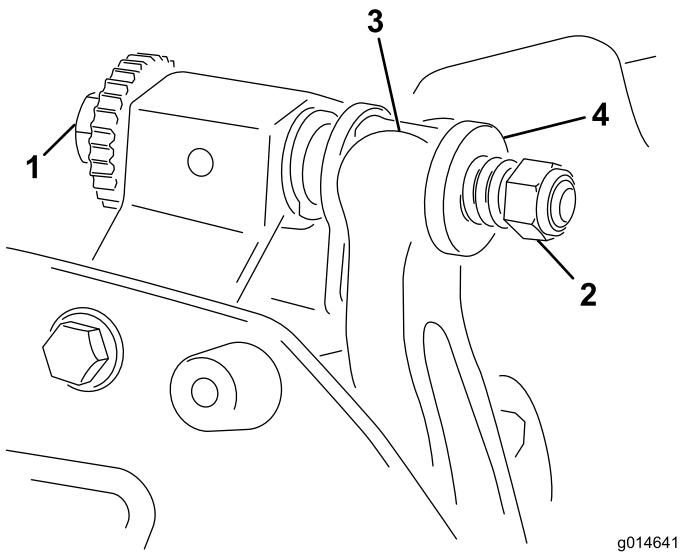

Figura 20
1. Gire el tornillo de ajuste de la barra de asiento en sentido antihorario para alejar la contracuchilla del molinete (Figura 20).
2. Afloje la tuerca de tensado del muelle hasta que el muelle deje de presionar la arandela contra la barra de asiento (Figura 20).
1. Instale la barra de asiento, posicionando las pestañas de montaje entre las arandelas y el tornillo de ajuste de la barra de asiento (Figura 20).